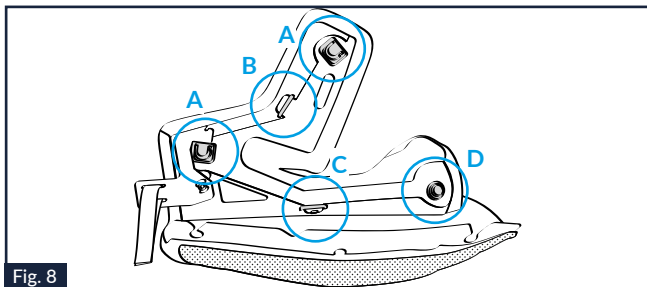

Fig. 8
6.1. Die drei Ösen des hinteren Rahmens der linken Wangenpolsterung jeweils an den beiden Haken "A" (oben und vorne) und dem Druckknopf "D" (hinten) an der Rückseite (Abb. 8) öffnen.
6.2. Die obere Lasche "B" und untere Lasche "C" an den entsprechenden Durchgängen an der Rückseite des Rahmens (Abb. 8) entfernen.
11.2. Die obere Lasche «B» und untere Lasche «C» an den entsprechenden Durchgängen an der Rückseite des Rahmens (Abb. 8) einsetzen.
11.3. Die drei Ösen des hinteren Rahmens der linken Wangenpolsterung jeweils an den beiden Haken «A» (oben und vorne) und dem Druckknopf «D» (hinten) an der Rückseite (Abb. 8) befestigen.